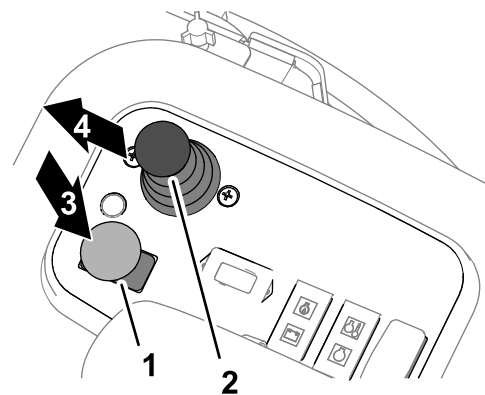

Figura 34
1. Accione el freno de estacionamiento y pulse el interruptor de la transmisión de la unidad de corte en la posición de **DESENGRANADA** (Figura 34).